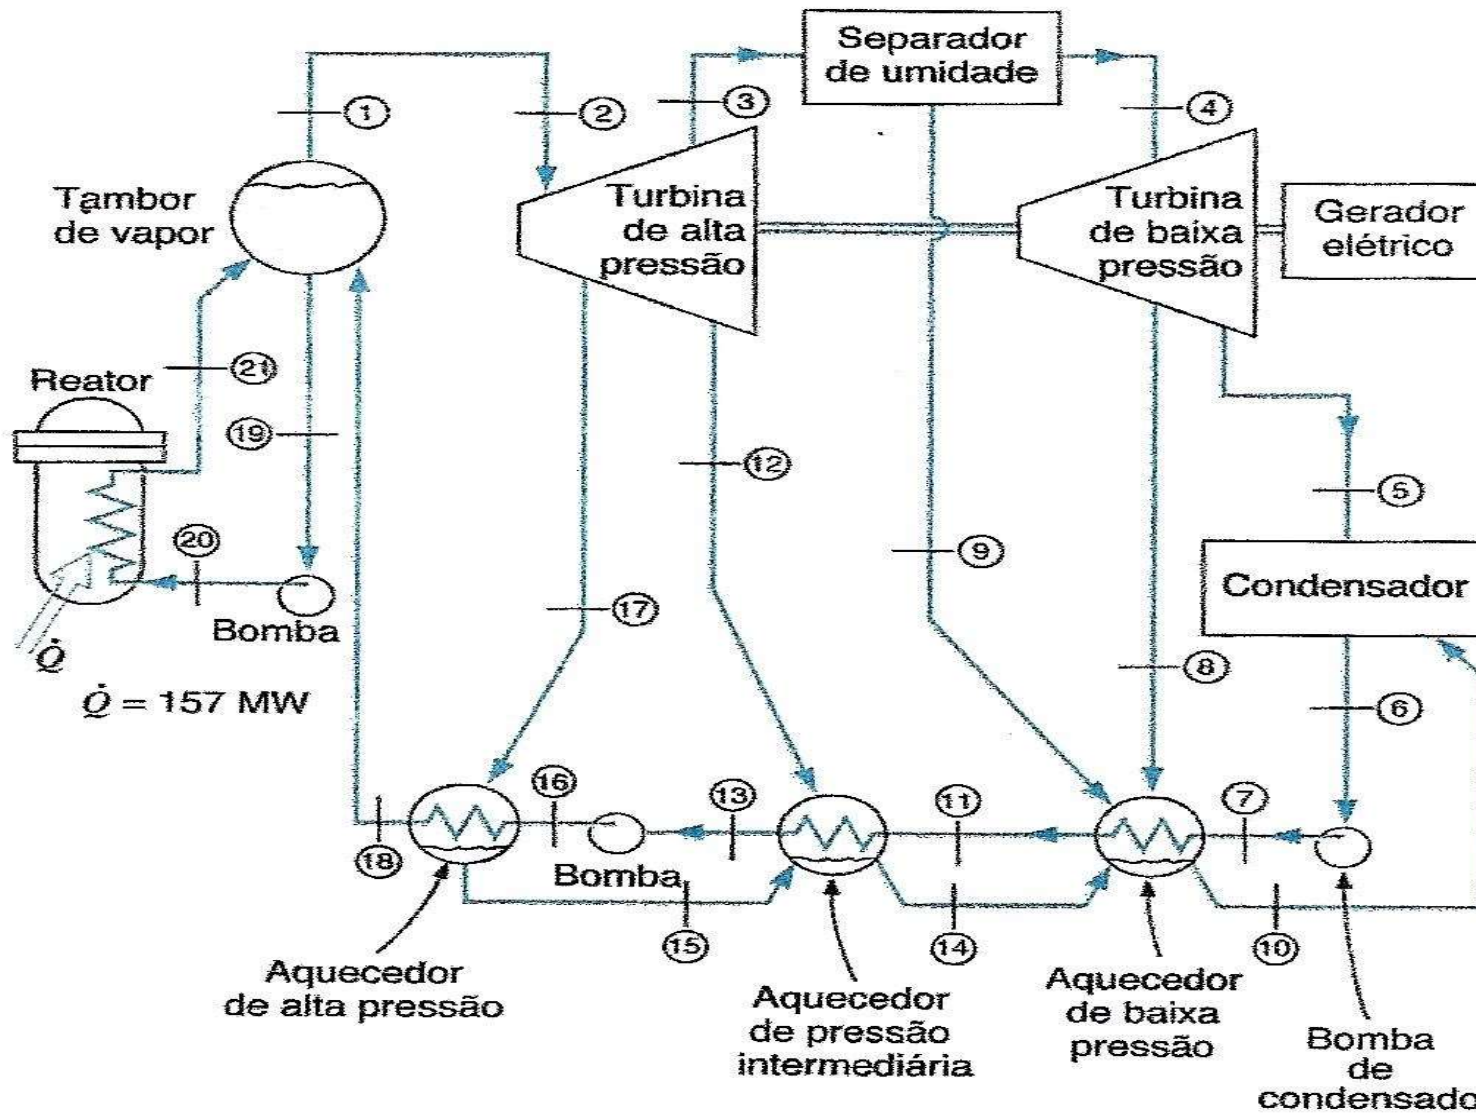

Figura P6.106
6.106 A Figura P6.106 mostra o diagrama simplificado de uma usina nuclear de potência. A tabela seguinte mostra as vazões mássicas e os estados da água em vários pontos do ciclo.